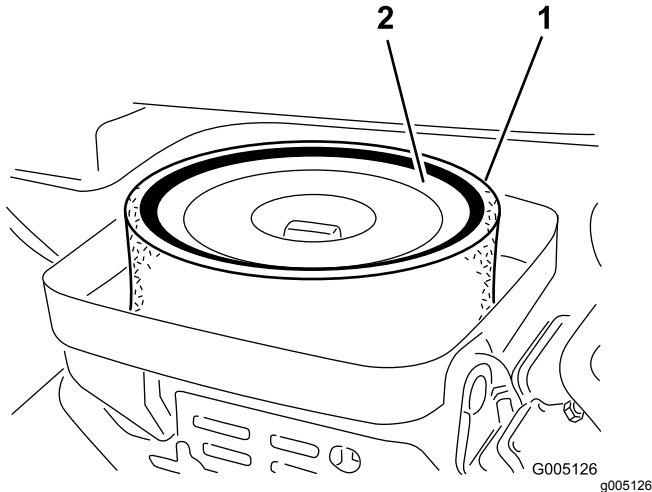

Figura 27
3. Retire la tuerca de orejeta que sujeta los elementos a la carcasa del limpiador de aire (Figura 27).
4. Si el elemento de espuma está sucio, sepárelo del elemento de papel (Figura 27). Límpielo a fondo, de la manera siguiente: